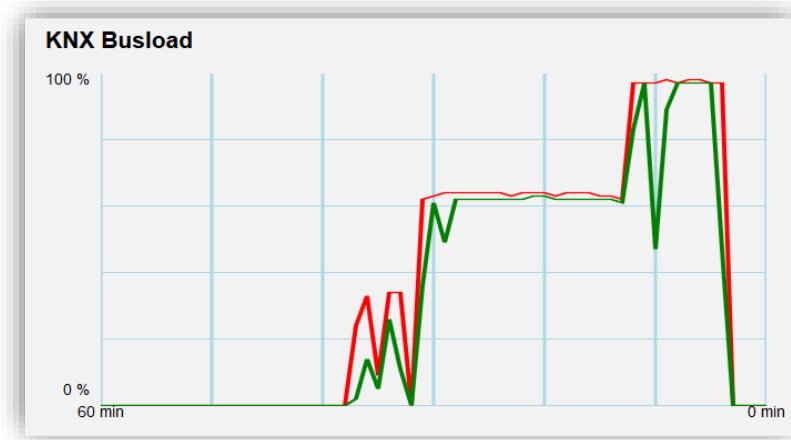

Figura 9 Interfaz Web (carga del bus KNX)
- **KNX Busload** (sólo en el **IP Router CL**): muestra una gráfica que refleja la carga del bus KNX en los últimos 60 minutos; ver Figura 9. La curva roja representa el máximo local mientras que la verde representa la carga media local del bus KNX.